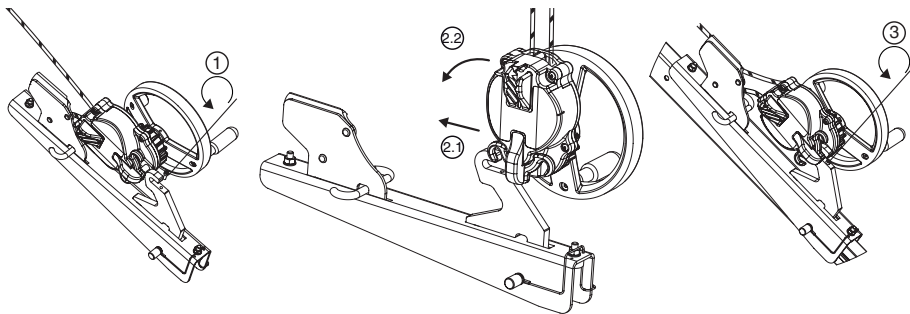

Fig. 8
### 6.3.4. Derope™-toestel UP R (Fig. 8, 9 en 10)
Het Derope™-toestel UP R moet op de poot van de trapcode drievoet van Tractel® bevestigd worden zoals aangegeven in Fig. 8. Elke andere bevestiging op een ander punt dan de trapcode drievoet van Tractel® is verboden.
1. Schroef de blokkeerschroef van de verankerhaak van de console voor het Derope™-toestel UP R los (Fig. 8, 1).
2. Plaats het Derope™-toestel UP R op de verankerhaak (Fig. 8, 2.1 – 2.2).
3. Schroef de blokkeerschroef weer vast om te vermijden dat het toestel zich van de console losmaakt (Fig. 8, 3) en controleer op deze goed geplaatst en goed vastzit.